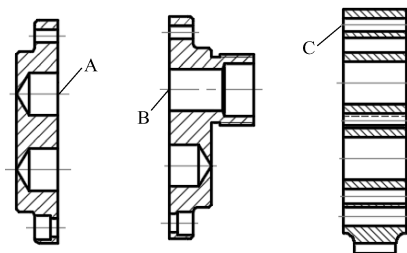

图 14-65 定义块
(2) 定义块。单击“默认”选项卡“块”面板中“创建块”按钮, 分别定义其中的齿轮泵前盖设计、齿轮泵后盖设计和齿轮总成图块, 块名分别为“齿轮泵前盖”、“齿轮泵后盖”和“齿轮总成”, 单击“拾取点”按钮, 拾取点分别选取点 A、点 B、点 C, 如图 14-65 所示。再单击“默认”选项卡“修改”面板中的“删除”按钮, 将所选择对象删除。